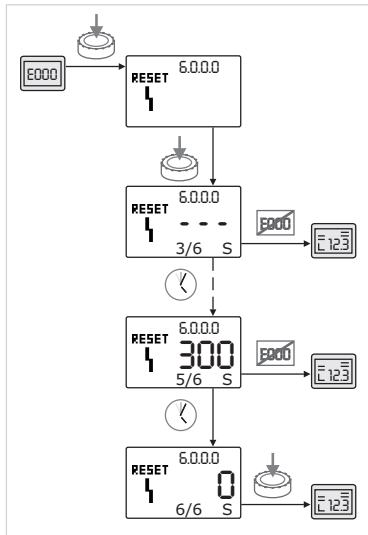

Fig. 52. Квитування помилок типу С
- Квитування помилок типу С виконують в описаний нижче спосіб (Fig. 52).